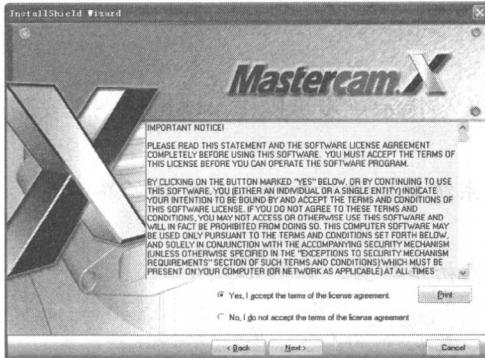

图1-5
4. 单击 **Next >** 按钮出现安装界面 2，并选择【Yes, I accept the terms of the license agreement】选项，如图 1-5 所示。